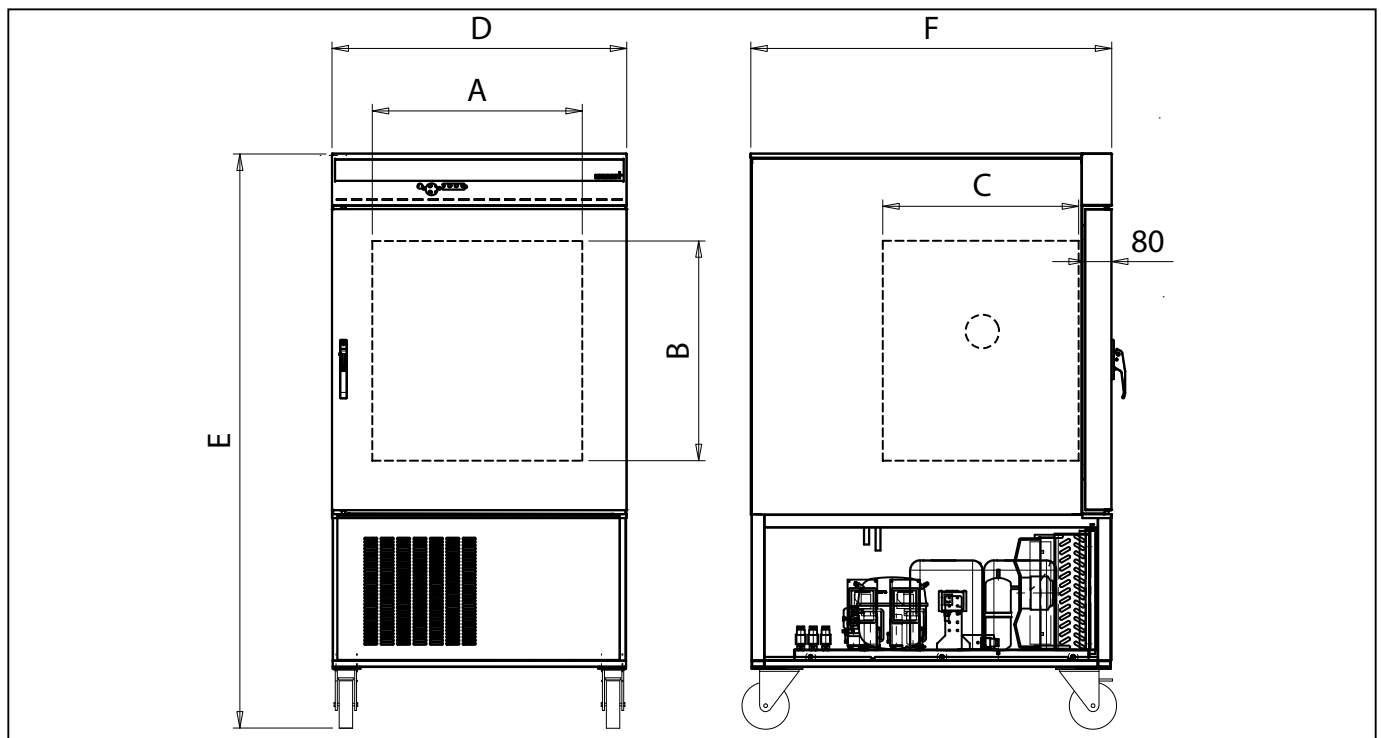

Fig. 9 Dimensiones de las cámaras para pruebas CTC/TTC
* Véase la Fig. 9 en la página 19.